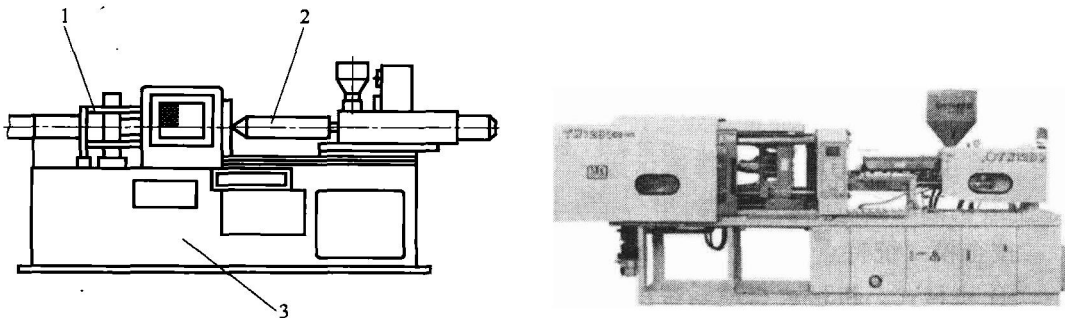

图 1-4 卧式注塑机
② 卧式注塑机。如图 1-4 所示，该型注塑机的注射系统与合模系统的轴线呈水平